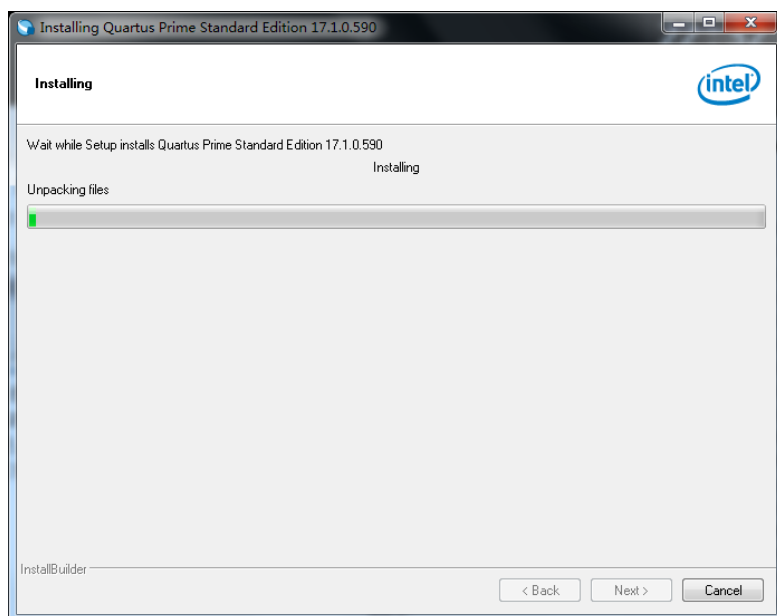

图 2.3.4 安装进度界面
(4) 点击 Next 按钮，如果上一步勾选安装 DSP Builder 组件，则需要已安装 Matlab，可使用安装向导检测出 Matlab 的安装路径，也可自行指定安装路径。
(5) 点击 Next 按钮，即可开始进行 Quartus Prime 软件的安装。如图 2.3.4 所示的安装进度界面，等待安装完毕。